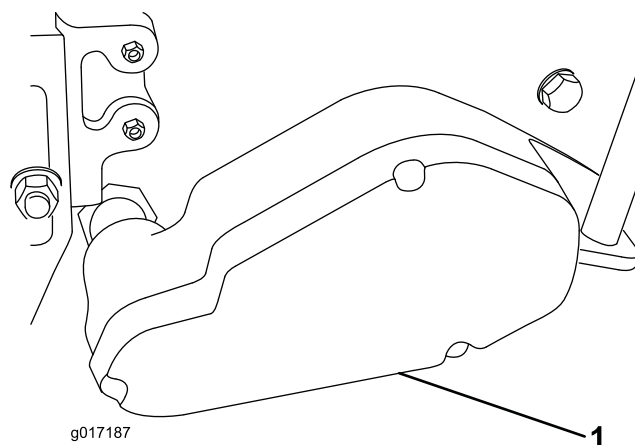

Figura 10
25. Instale la cubierta en el alojamiento con los tres tornillos de cabeza hexagonal nuevos y las arandelas suministrados en el kit (Figura 10).